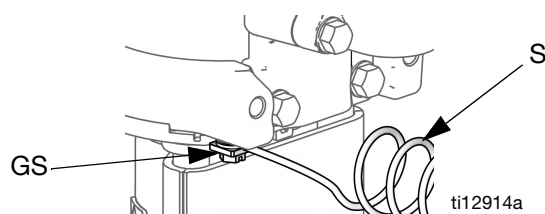

FIG. 2. Jordskrue og kabel
1. Pumpe: Se FIG. 2. Sørg for, at jordskruen (GS) er monteret og ordentligt fastspændt på luftmotoren. Slut den anden ende af jordkablet (S) til en sikker jordforbindelse.